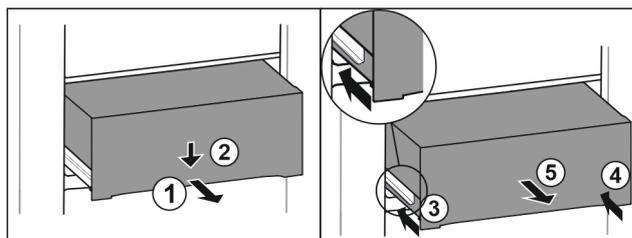

Fig. 114
- ▶ Izvucite ladicu na pola. Fig. 114 (1)
- ▶ Pritisnite ladicu naprijed prema dolje. Fig. 114 (2)
- ▶ Gurnite lijevu vodilicu za oko 2 cm. Fig. 114 (3)
- ▶ Gurnite desnu vodilicu za oko 2 cm. Fig. 114 (4)
- ▶ Izvadite ladicu prema naprijed. Fig. 114 (5)